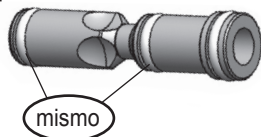

Figura 17: Ensamble Válvula Bobina
- Para desensamblar la Válvula de Aire y el Tapón Posterior, use su dedo pulgar con cualquier otro dedo para presionar la Válvula de Aire y el Tapón Posterior juntos mientras oprime el **Pasador de la Válvula** (33) fuera del ensamble. La Válvula de Aire se separará del ensamble del Tapón Posterior. La **Válvula del Resorte Bobina** (30) debe soltarse de la Válvula de Aire. Asegúrese de no perderla.
- Usando su dedo pulgar, empuje el **Ensamble Válvula Bobina** (29) para removerlo del **Cuerpo de la Válvula de Aire** (26). Hay tres Empaques O en la Válvula de la Bobina como se ve en la Figura 17. Dos de estos han sido fabricados por Tippmann con referencia número TA30049 y el tercero Empaque O (más cerca de la abertura donde el Resorte de la Válvula de la Bobina va) parte número TA20003.
- El **Ensamble del Tapón Posterior** (32) no se puede desensamblar. Inspeccione los cuatro Empaques O (dos #30, uno #31, y uno #34). Reemplace solo los que estén dañados.